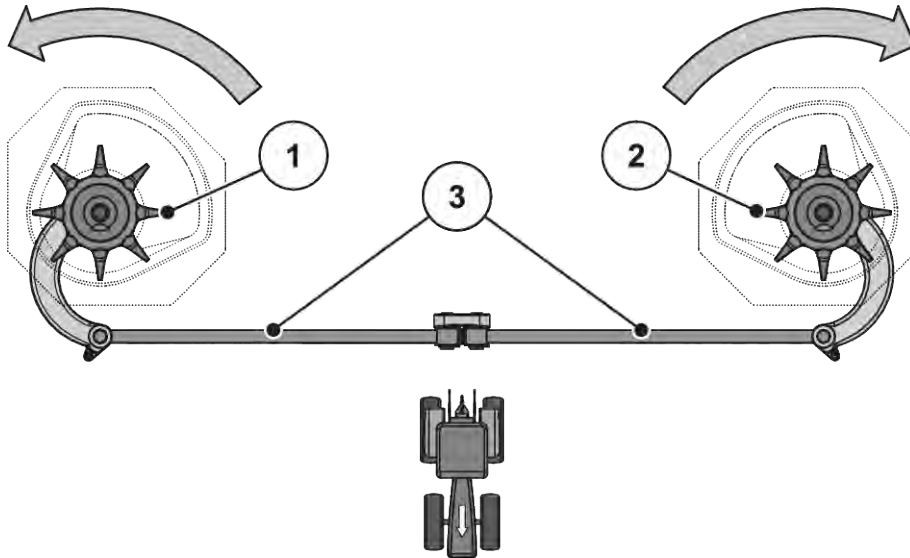

図 55: アジテータードライブの点検
▶ アジテーターターレットを手で散布ディスクの回転方向に回します。参照: 図 55 アジテータードライブの点検。
▶ アジテーターターレットをオイルフィルターバンドを使うか、手で散布ディスクの回転方向と反対の方向に回します。参照: 図 55 アジテータードライブの点検